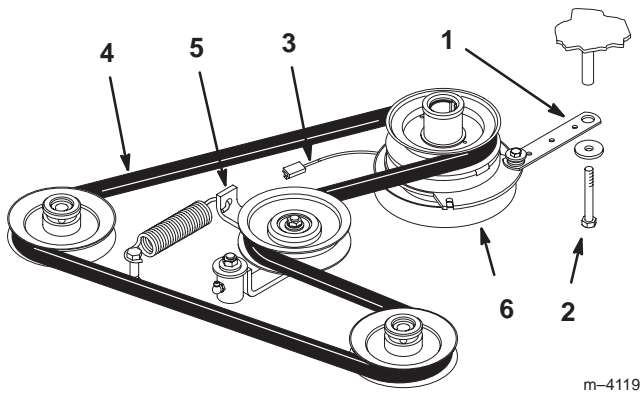

Figure 58
2. Retirez le boulon de la barrette de l'embrayage et débranchez le fil de l'embrayage électrique (Fig. 58).
3. Écartez la poulie rappelée par ressort. Déposez la courroie de transmission des poulies du moteur et de la pompe hydraulique (Fig. 58).
4. Installez la courroie neuve sur les poulies du moteur et de la pompe hydraulique (Fig. 58).
5. Écartez la poulie rappelée par ressort, alignez la courroie, puis relâchez-la (Fig. 58).